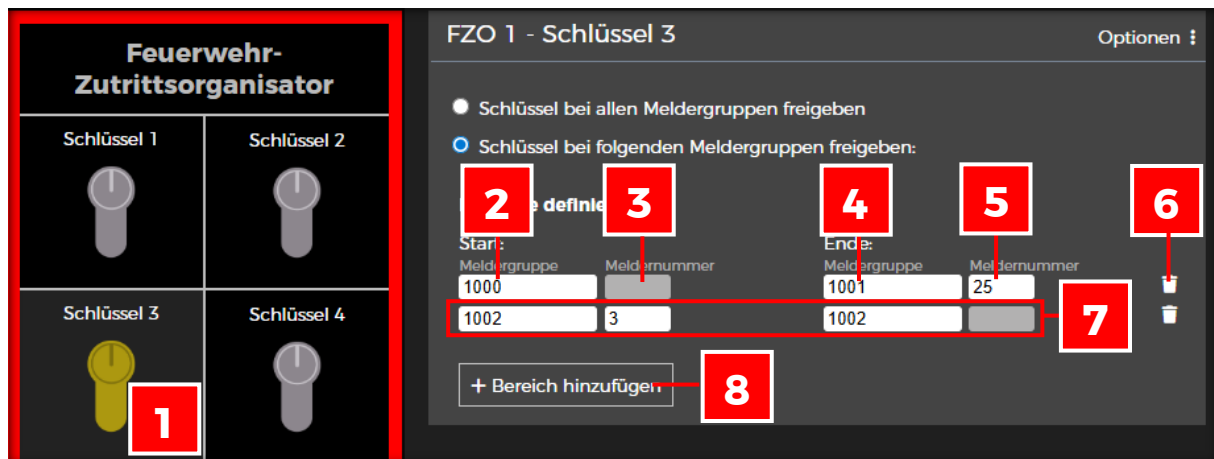

Abbildung 9: Schlüsselvergabe Meldergruppe mehrere Melder
Die Zuordnung der Meldergruppen/Meldernummern zu den Schlüsseln im FZO-Tool erfolgt in Bereichen (siehe [7] Abbildung 9). Nur eine ununterbrochene Folge (Reihe) von Meldern bildet einen Bereich. Ist die Reihe der Melder unterbrochen, muss ein neuer Bereich definiert werden (siehe: Bereich hinzufügen [8], Abbildung 9).
1. Wählen Sie den zu konfigurierenden Schlüssel ■ (Abbildung 9).
2. Tragen Sie in das Feld Meldergruppe Start [2] (Abbildung 9) die Meldergruppe ein, ab der der Bereich beginnen soll.
3. Tragen Sie in das Feld Meldernummer Start [3] (Abbildung 9) den Melder ein, ab dem der Bereich beginnen soll.
4. Tragen Sie in das Feld Meldergruppe Ende [4] (Abbildung 9) die Meldergruppe ein, mit der der Bereich enden soll.
5. Tragen Sie in das Feld Meldernummer Ende [5] (Abbildung 9) die Meldernummer ein, mit der der Bereich enden soll.
6. Sind alle Eingaben gemacht, klicken Sie auf Bereich hinzufügen [8] (Abbildung 9) und tragen den nächsten Bereich für den gewählten Schlüssel ein.